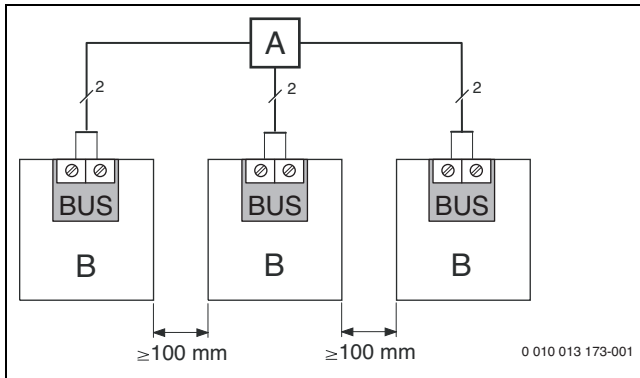

Bild 15 Verteilerdose anschließen
- ▶ BUS-Teilnehmer [B] über Verteilerdose [A] in Stern einführen (→ Bild 15), Anleitung der Bedieneinheit und der anderen Module beachten).